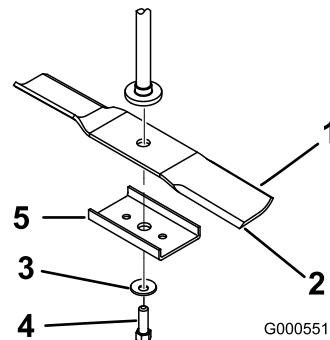

Figura 56
Tenete l'estremità della lama con un cencio o un guanto bene imbottito. Togliete il bullone, la rondella curva, il rinforzo della lama e quest'ultima dall'asse del fusello (Figura 56).
1. Montate la lama sull'asse del fusello (Figura 56).
2. Montate il rinforzo della lama, la rondella curva (lato concavo verso la lama) ed il bullone della lama (Figura 56).